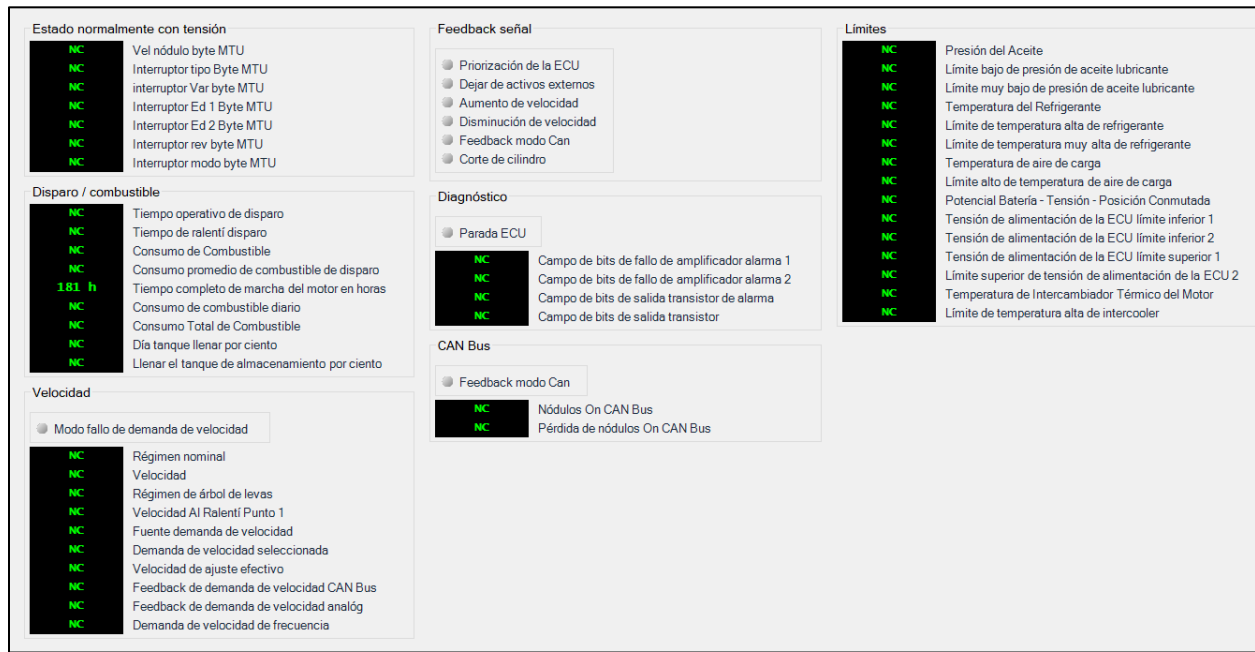

Figure 3-32. Explorador de medición, mtu, mtu Estado
*mtu* El estado se informa en esta pantalla. El estado es TRUE cuando el LED correspondiente está en rojo. Consulte la Figure 3-32.